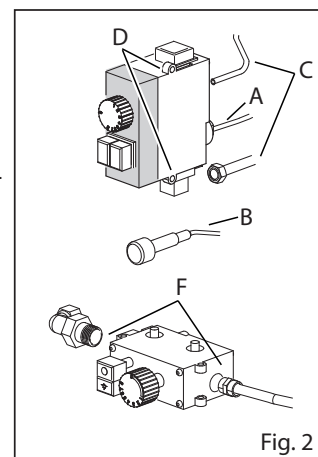
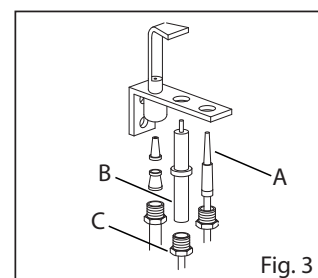

Fig. 2
Fig. 3
- Abrir a torneira de interceptação a montante do equipamento (Fig. 2);
- Remontar o parafuso com anilha de contenção de gás na sua posição correta, abrir a torneira de interceptação a montante da aparelhagem (Fig. 2) e, acendendo o queimador, verificar se não há vazamentos de gás.
- Se for o caso, desmontar a vela, de modo a evitar danificá-la durante a substituição do injetor (Fig. 2).
- Soltar o injetor da sua posição (Fig. 3).
- Remova o termopar da válvula (Fig. 2/A) e do grupo piloto (Fig. 3/A)
- Desacople o cabo de alta tensão da vela (Fig. 3/B)
- Desaparafuse a porca (Fig. 3/C)
- Ligue o cabo de alta tensão (Fig. 3/B)
- Desacople o cabo do isqueiro piezoelétrico (Fig. 2/B)
- Desaparafuse o termopar e as ligações entrada/saída do gás (por ex. Fig. 2/A+C - Versão top Fig. 2/F)